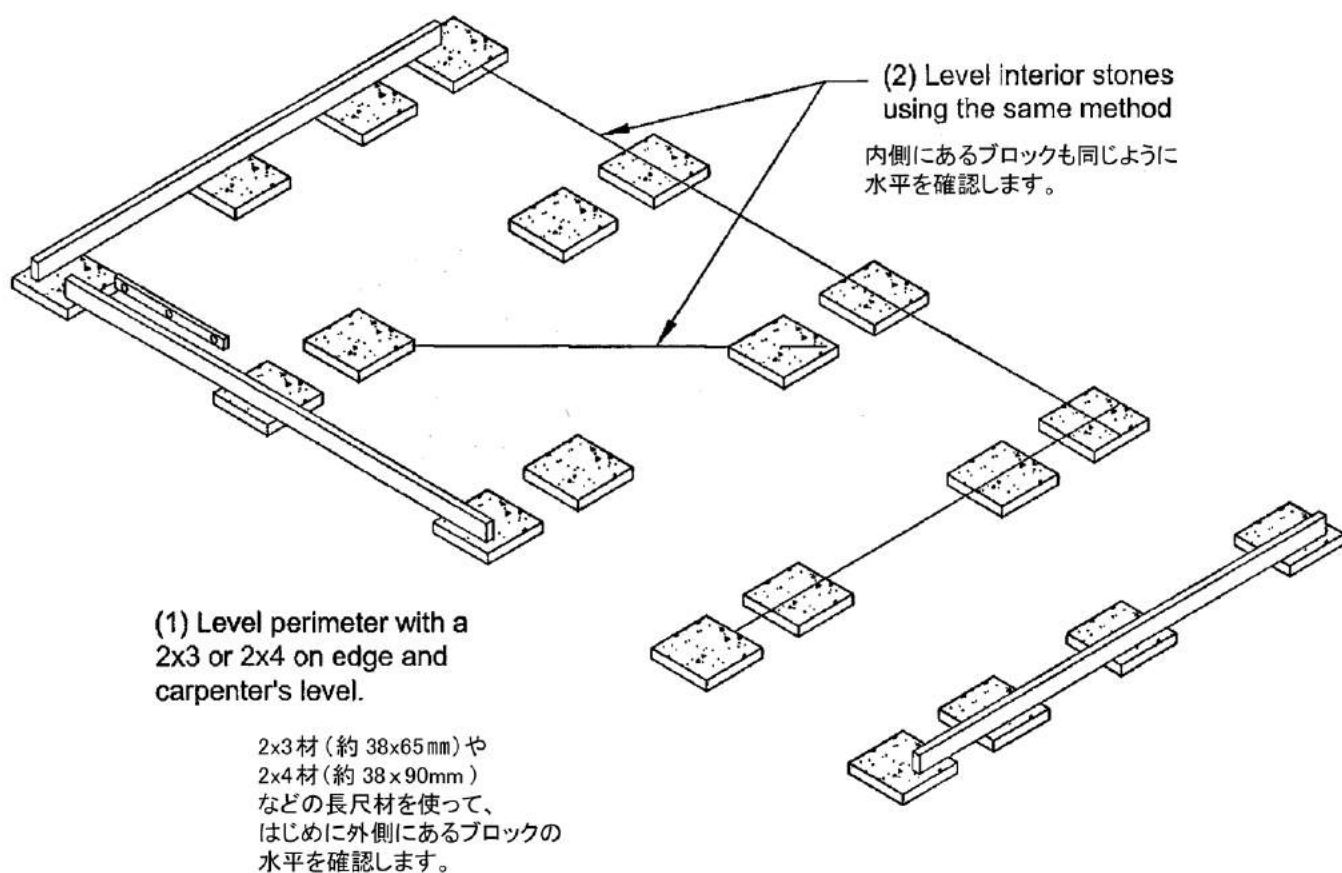

Fig. 1
1. 2x3または2x4のまっすぐな木材などを周囲のコンクリートブロックに渡し、水平を確認します。各コンクリートブロックの下の土を足したり取り除いたりして高さを調整したら、内側のコンクリートブロックも同じように調整します。図1参照